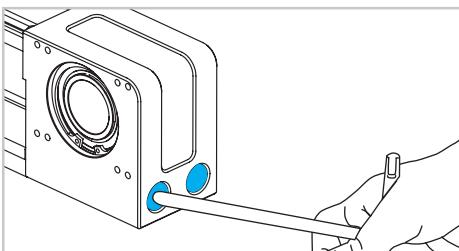

Abb. 7
- 4) Für Baugröße 80 und 100: Lösen und entfernen Sie die Schrauben an der Stirnseite der Antriebsköpfe (Abb. 7).